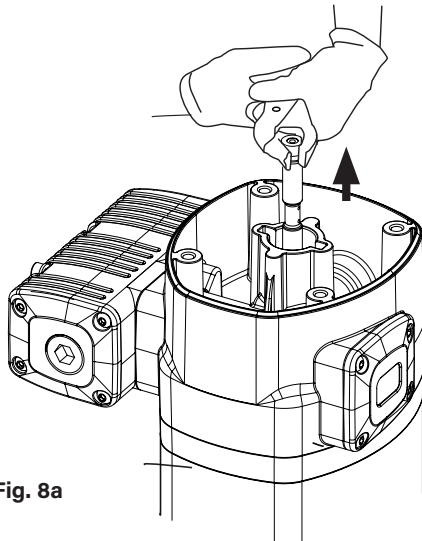
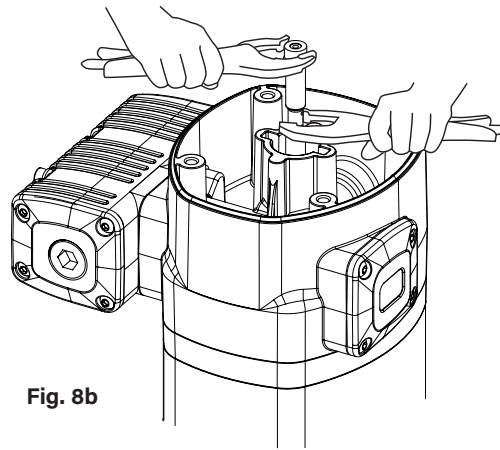

Fig. 8a
Fig. 8b
1. Unscrew the bolts (2) and remove the cap (3).
2. Unscrew the sensor sleeve (4).
3. With a manual clamp on the nut (5), pull the rod (40) outwards until its central recess appears (fig. 8a). Then, with another manual clamp, grab the rod (40) on the recess to prevent the sealing surface from being damaged, and unscrew the nut (5) (fig. 8b).
4. Remove o-ring (6) and ring (7), and replace them with new ones later during reassembly.
5. Unscrew the bolts (55). Pull the motor body (13) outwards to free it along with bridle (36).
6. Take away the gasket (9) and replace its seals (8) and (10).
7. Unscrew the bolts (37) and separate the motor (13) from the bridle (36). Take away the washer (32) and replace the seal (8).
8. Take away the cylinder (50) while carefully holding the air piston (45). Replace the piston seal (44).
9. Reassemble in reverse order, applying thread locker in screws (37), nut (5) and sensor sleeve (4).
1. Desenrosque los cuatro tornillos (2) y quite la tapa (3).
2. Desenrosque el tapón inversor (4).
3. Con ayuda de una mordaza manual sobre el casquillo (5), tire hacia fuera del vástago (40) hasta que aparezca su rebaje central (fig. 8a). Después, con otra mordaza manual agarre el vástago (40) en dicha zona rebajada central para no dañar la superficie destinada al sellado y desenrosque el casquillo (5) (fig. 8b).
4. Deseche la tórica (6) y el aro (7), y use otros nuevos posteriormente al volver a montar.
5. Desenrosque los cuatro tornillos (55). Tire hacia arriba del cabezal motor (13) hasta liberarlo junto con la brida (36).
6. Quite el casquillo inversor (9). Sustituya las juntas (8) y (10) de este casquillo.
7. Desenrosque los cinco tornillos (37) y separe el cuerpo motor (13) de la brida (36). Extraiga la arandela (32) y sustituya la junta (8).
8. Retire el cilindro (50) sujetando con cuidado el émbolo (45). Sustituya la junta (44) de dicho émbolo.
9. Vuelva a montar el conjunto en sentido inverso, aplicando fijador de rosca en los tornillos (37), casquillo (5) y tapón inversor (4).